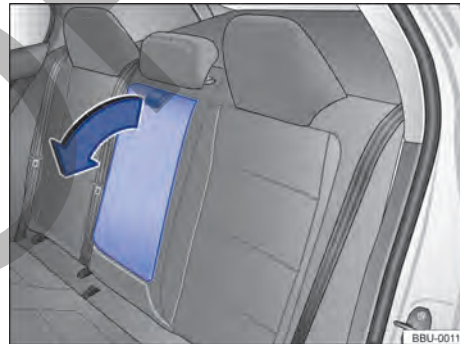

Fig. 83 Reposabrazos central trasero abatible.
- Para **bajar** el reposabrazos, tire del lazo en el sentido de la flecha → **fig. 83**.
- Para **levantar** el reposabrazos, presiónelo hacia arriba en el sentido contrario al de la flecha → **fig. 83** y encájelo en el respaldo del asiento hasta el tope.